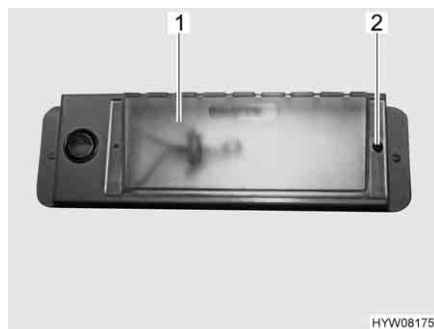

Fig. 189 Lampada del garage
- Svitare la vite di fissaggio (Fig. 189,2).
- Spostare e rimuovere la copertura (Fig. 189,1).